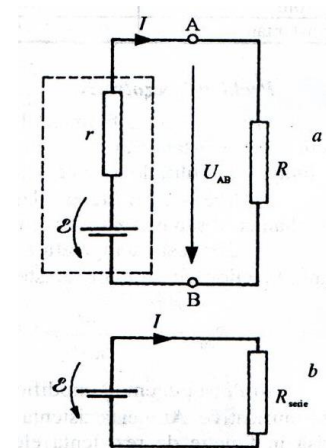

Fig. 2.28. Circuitul simplu (a) și modelul său echivalent (b)
Fie circuitul simplu format dintr-un generator real conectat la un consumator R (fig. 2.28 a). Rezistența internă a generatorului este în serie cu rezistența exterioară R , prin urmare, rezistența întregului circuit este (fig. 2.28 b):
1. Un acumulator auto are tensiunea electromotoare (măsurată în gol) $\mathcal{E}=13,2\text{V}$. La pornirea motorului, intensitatea curentului în circuit este de $I=54\text{A}$, iar tensiunea la bornele acumulatorului scade la $U_{AB}=10,8\text{V}$ (este valabilă fig.2.28 a).